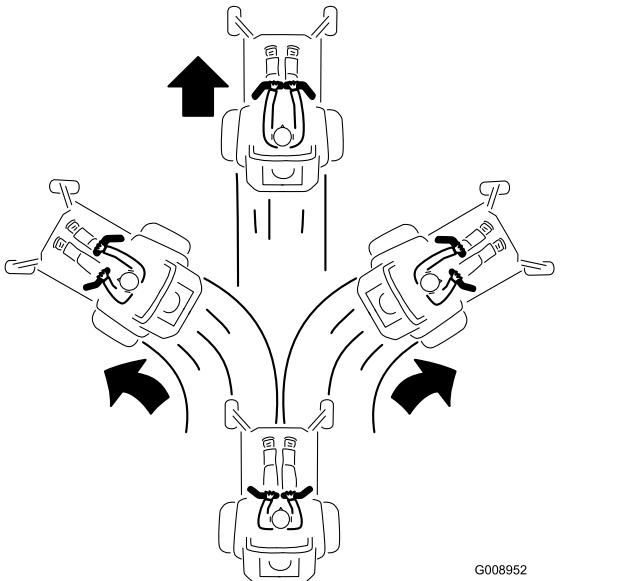

Bild 27
2. Drücken Sie die Fahrantriebshebel langsam nach vorne, um vorwärtszufahren (Bild 27).